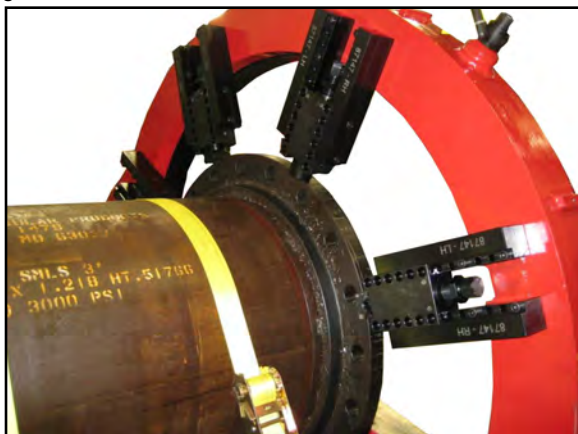

FIGURE 2-1. PIEDS D'EXTENSION MIS EN PLACE
La ODF50 Speed Facer est une machine pneumatique de surfacage de bride portative, entraînée par courroie, à fixation à point unique sur diamètre externe (DE), qui s'utilise sur des pièces d'usinage d'un diamètre externe (DE) de 39.1-50.5" (993-1.283 mm) ou 29.1-40.0" (739-1016 mm) avec option de pieds de montage pour extension (Figure 2-1).